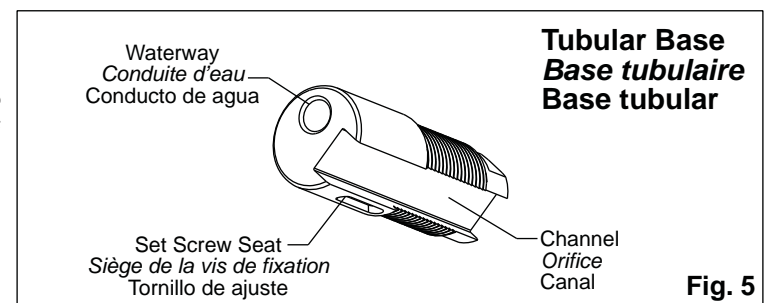
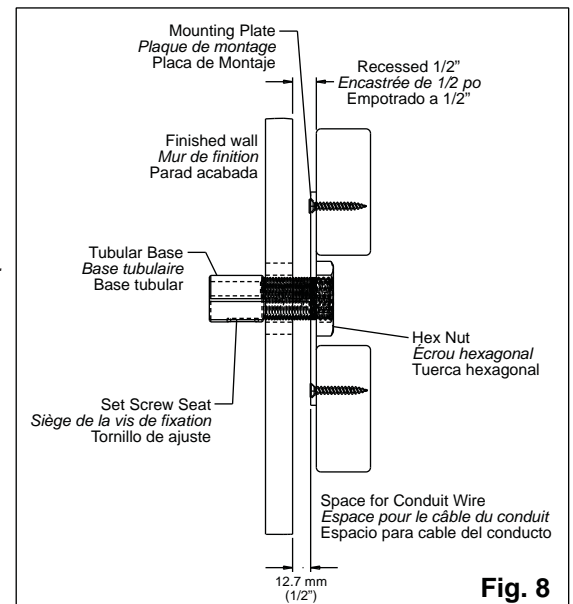

Fig. 5
Fig. 8
6. Unthread the hex nut and remove from faucet. See Figure 8.
6. Défiletez l'écrou hexagonal et retirez-le du robinet. Voir la figure 8.
8. Thread tubular base (see Figure 5) into the mounting plate, ensure set screw seat is on the bottom and a portion of it will be exposed on finished side of finished wall. See Figure 8.
8. Filetez la base tubulaire (voir figure 5) dans la plaque d'assemblage, veillez à ce que le siège de la vis de fixation soit au fond et qu'une portion soit exposée sur le côté fini de la mur de finition. Voir la figure 8.